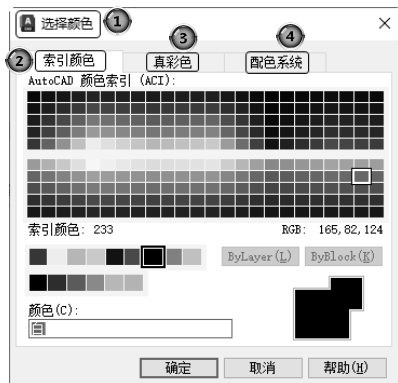

图 1-23 “选择颜色”对话框
改变图层的颜色时, 单击图层所对应的颜色图标, ① 打开“选择颜色”对话框, 如图 1-23 所示。这是一个标准的颜色设置对话框, 其中包括②“索引颜色”③“真彩色”④“配色系统”3 个选项卡。选择不同的选项卡, 即可针对颜色进行相应的设置。